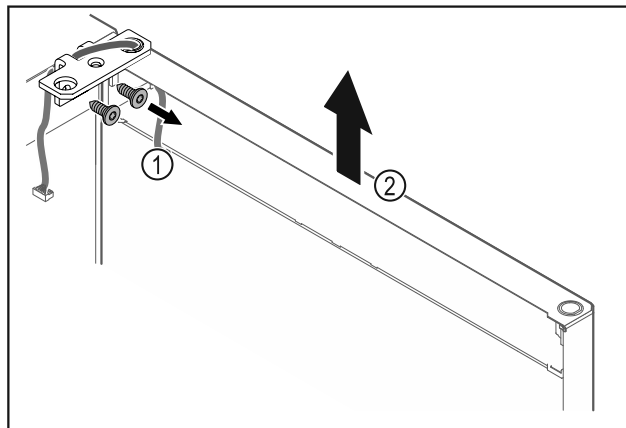

Fig. 25
- Lironi vidat e profilit të menteshës Fig. 25 (1).
- Ngrini drejt lart derën së bashku me profilin e menteshës Fig. 25 (2) rreth 200 mm dhe hiqeni.